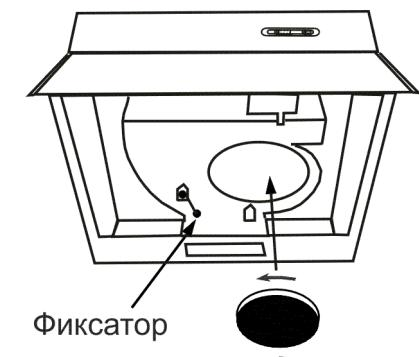

рис. 5
- фиксатор (рис.5) должен находиться в положении «вытяжка», положение «A».
- 6.2 Режим «рециркуляции» («фильтрации») (рис. 5):